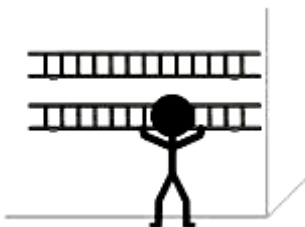

Figura 4: Armazenamento da escada.
- b. Fixar em paredes na posição horizontal apoiada a 30 cm das extremidades e no meio (3 suportes) conforme a Figura 4;